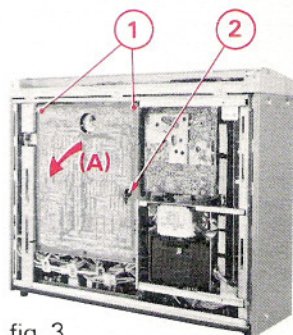

fig. 3
- Enlever les vis (1) et basculer la PLATINE SECURITES MECANQUES (2) dans le sens de la flèche (A) - Fig. 3.